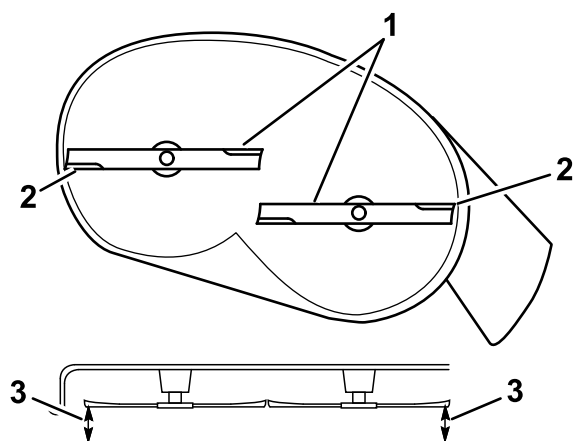

Figura 67
- Meça entre as extremidades de corte exteriores e a superfície plana (Figura 67).